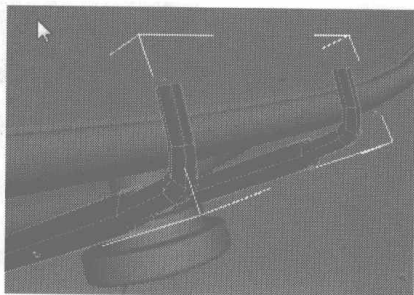
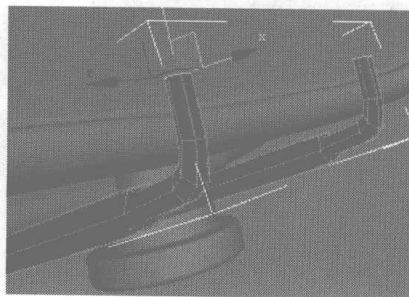
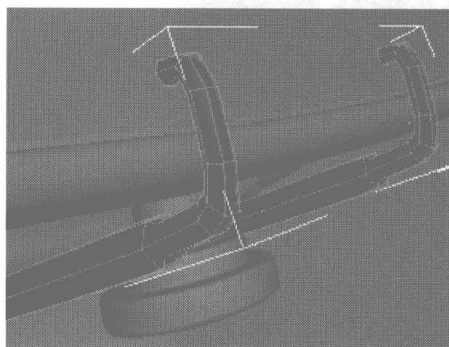
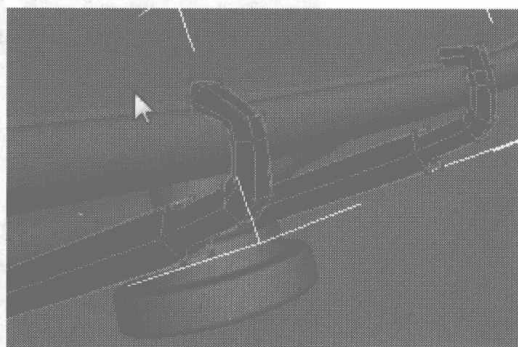

图 5.551
图 5.552
图 5.553
图 5.554
- 12 打开细分，单击 **Attach** 按钮，合并两个架子模型，如图 5.551 所示。选择如图 5.552 所示的曲线，按住 Shift 键向外拖动，复制出如图 5.553 所示的边沿。调整模型上的点到如图 5.554 所示的位置。